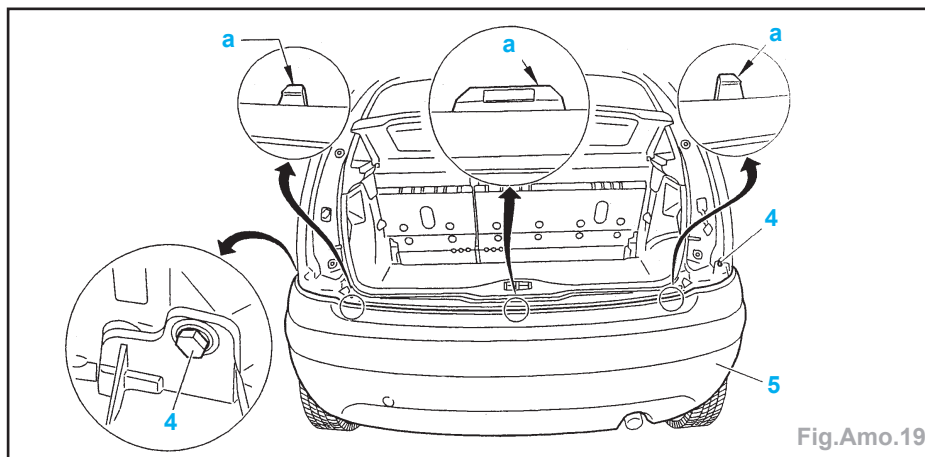

Fig.Amo.19
- Déposer (Fig.Amo.19) :
- la vis (4) et déclipper en (a),
- le bouclier (5).